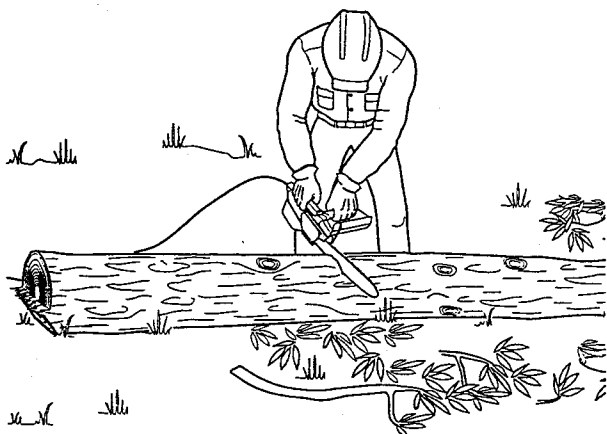

Рис. 15. Раскряжевка бревна, лежащего на земле
1. Пилите бревно сверху (рис. 15).